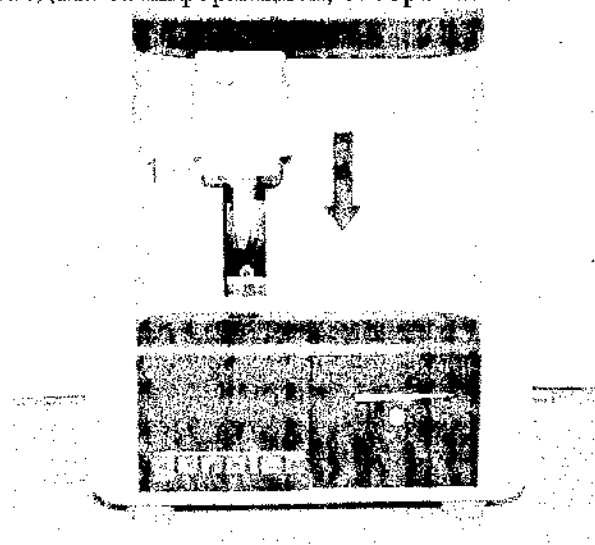

Рис. 43: Опускание подъемника
5. Опустить подъемник (рис. 43/1).